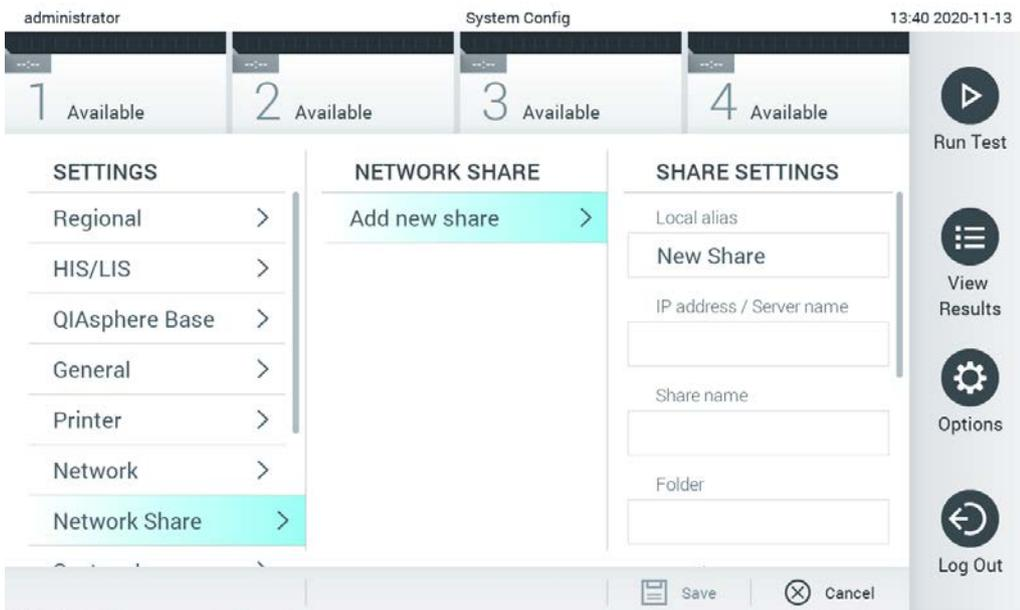

Figure 75. Ajout d'un partage réseau.
3. Appuyez sur la touche Add new share (Ajouter un partage) (figure 75).